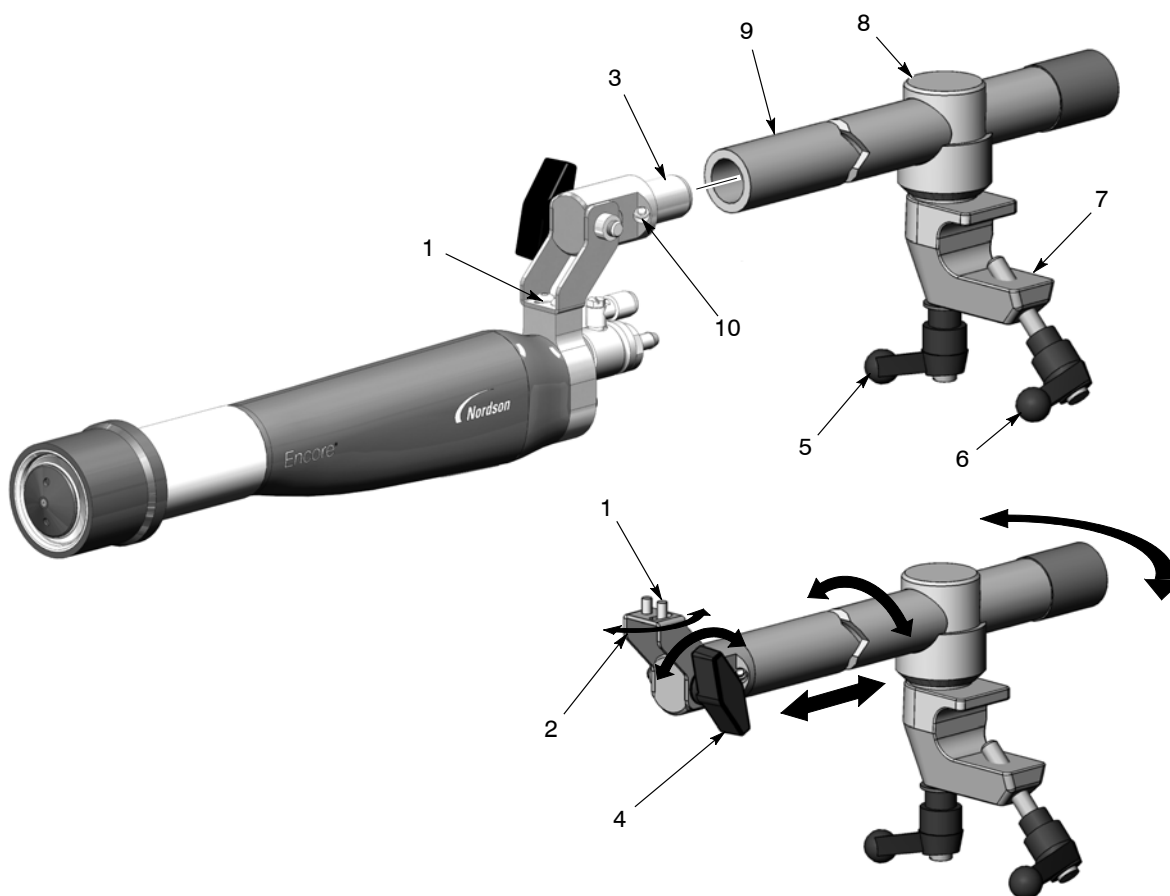
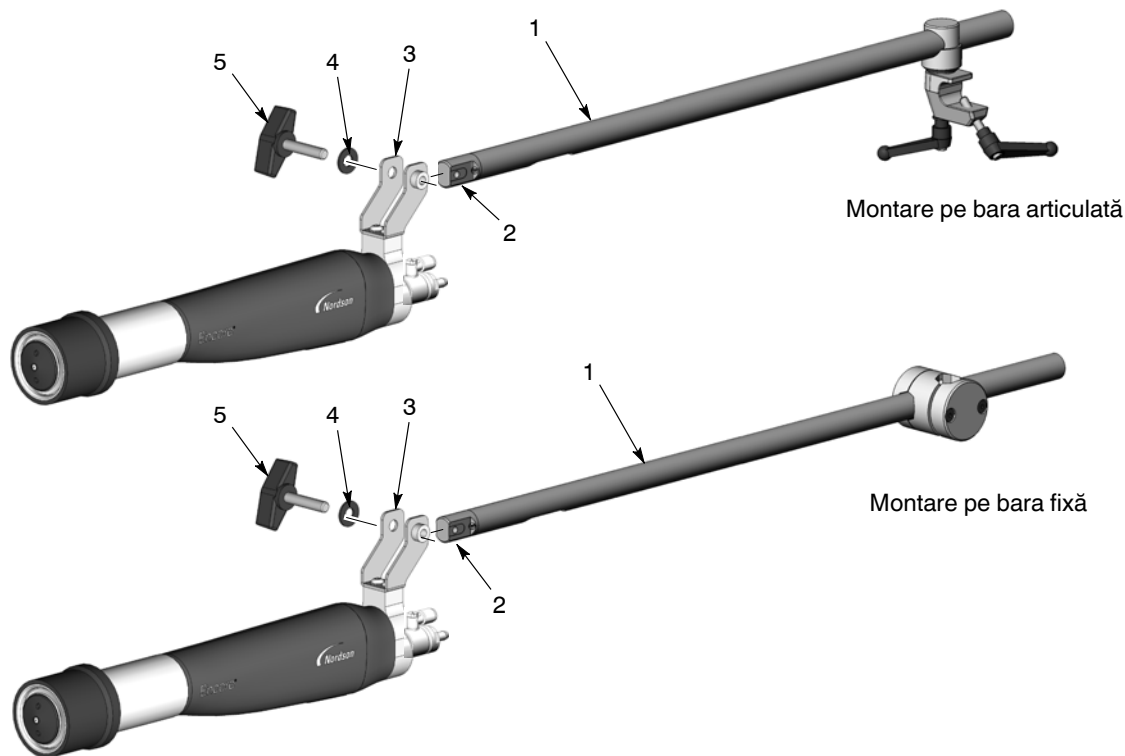
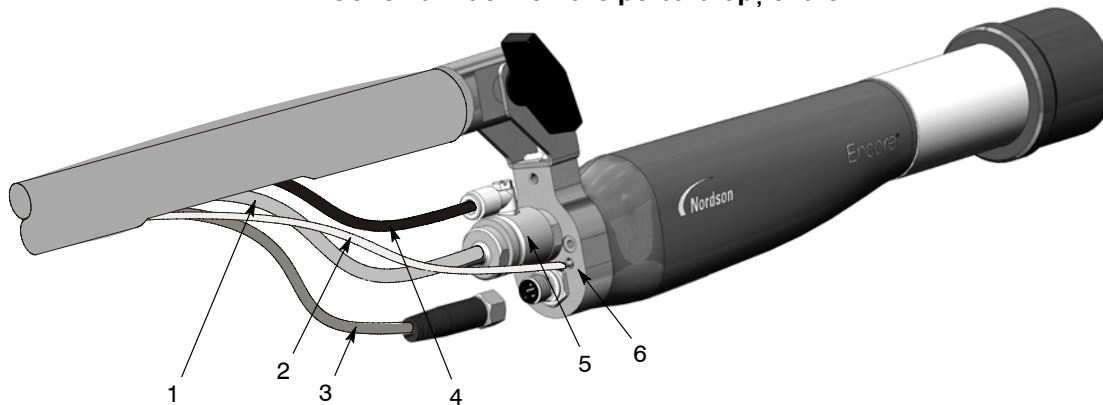

Figura 3-1 Montarea pistolului cu bară articulată standard
Figura 3-2 Seturi opționale pentru montarea pe bară a pistoalelor
Figura 3-3 Conexiunile pistolului – este prezentată duza conică
1. Vezi Figura 3-1. Instalați adaptorul tubulaturii (3) în capătul tijei de reglare (9) și fixați-l prin strângerea șurubului de reglare (10) cu ajutorul unei chei hexagonale de 4 mm.
- Pentru a deplasa vârful pistolului de pe o parte pe alta, slăbiți șurubul cu cap semirotund din dreapta (1).
- Pentru a înclina vârful pistolului în sus sau în jos, slăbiți butonul de înclinare (4).
- Pentru a roti tija de reglare sau a glisa înainte sau înapoi tija de reglare, slăbiți mânerul de blocare (5).
2. Poziționați clema (7) pe o bară de montare de 1 inch și strângeți mânerul clemei (6).
3. Strângeți într-un mănunchi furtunul de pulbere, tubulatura de 4 mm transparentă pentru spălarea cu aer a electrodului și cablul pistolului și fixați-le la tija de reglare folosind benzi Velcro Nordson. Conectați-le la pistolul de pulverizare așa cum se prezintă în Figura 3-3.
Vezi Figura 3-2. Seturile opționale pentru montarea pe bară au tije de reglare cu diametre interioare mari (1), prin care se pot introduce furtunul de pulbere, tubulatura pentru aer și cablul pistolului. Adaptorul pentru tubulatură (2) livrat cu pistolul de pulverizare nu se poate folosi cu aceste seturi. Acesta trebuie schimbat pentru adaptorul pentru tubulatură furnizat cu seturile.
1. Deșurubați și demontați butonul și șaiba (5, 4) de la consola de montare a pistolului (3).
3. Glisați capătul adaptorului opțional pentru tubulatură (2) în consola de montare a pistolului și aliniați orificiul din capătul adaptorului pentru tubulatură cu orificiile din consola de montare a pistolului.
5. Vezi Figura 3-3. Trageți (în ordinea următoare) cablul pistolului, tubulatura de 4 mm transparentă pentru spălare cu aer a electrodului și furtunul pentru pulbere prin tubul de montare și introduceți-le în orificiu. Conectați-le la pistolul de pulverizare așa cum se prezintă în Figura 3-3.
Vezi Figura 3-3.